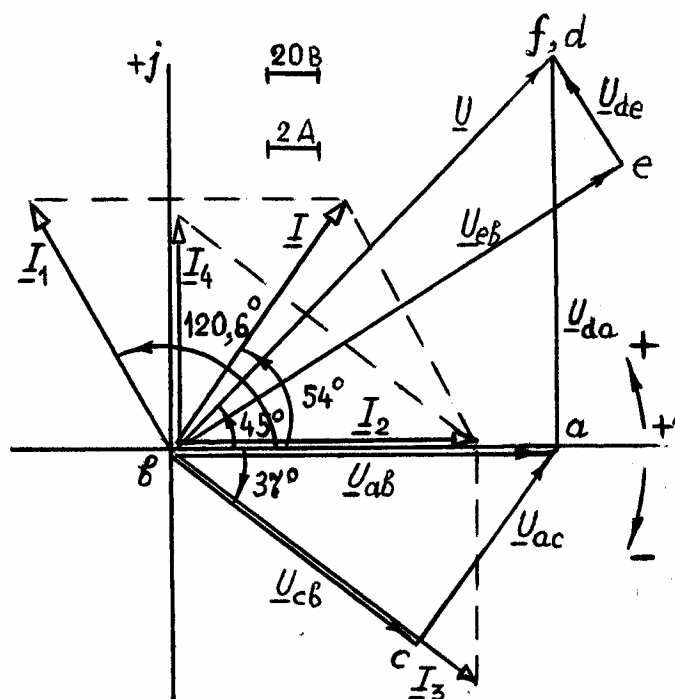

Рисунок 2.32
6. На комплексной плоскости в масштабе откладываем векторы токов в соответствии с расчетными значениями, при этом положительные фазовые углы отсчитываем от оси +1 против часовой стрелки, а отрицательные - по часовой стрелке. Так, вектор тока $\underline{I}_1 = 10,9 e^{j120,6^\circ} \text{ А}$ повернут относительно оси +1 на угол $120,6^\circ$ и длина его в масштабе определяет ток $10,9 \text{ А}$; вектор тока $\underline{I}_2 = 12,4 \text{ А}$ совпадает с осью действительных величин и т.д. (рисунок 2.32).